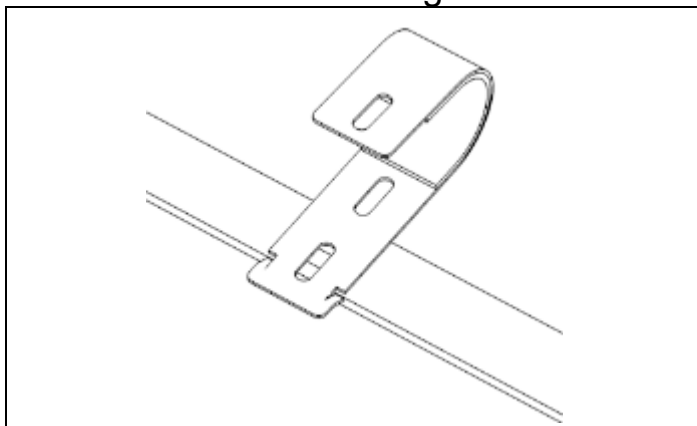

Bild 4
Schritt 2: Befestigen Sie die Haken (D) am Solarpanel
- Klemmen Sie den Haken an den Rahmen des Panels und lassen Sie ihn einrasten, um ihn zu sichern (Bild 4).
Schritt 2: Montieren Sie das Rückbein (B) (bereits vormontiert)
- Befestigen Sie den Halter (C2) mit Schraube M8x60 (J) und Sechskantmutter (E) am Rückbein (B) (Bild 4).